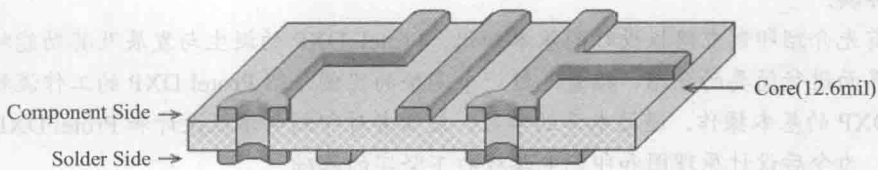

图 1-2 单层板结构示意图
(1) 单层板: 即只有一面敷铜而另一面没有敷铜的电路板。通常元器件放置在没有敷铜的一面, 敷铜的一面主要用于布线和焊接, 如图 1-2 所示。